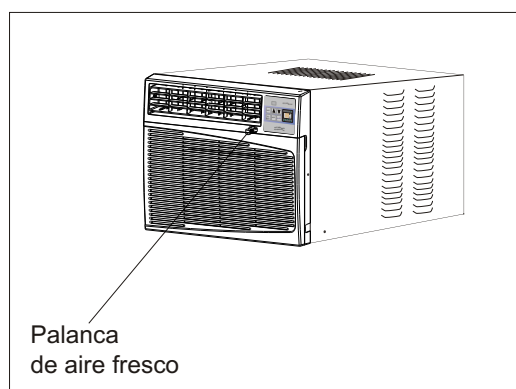

Fig.16
**Ventilación de aire fresco** se usa para mantener en la posición cerrado. Usando sólo para limpiar humos y/o olores de la habitación, tire a comenzar. Vea la Fig.16.